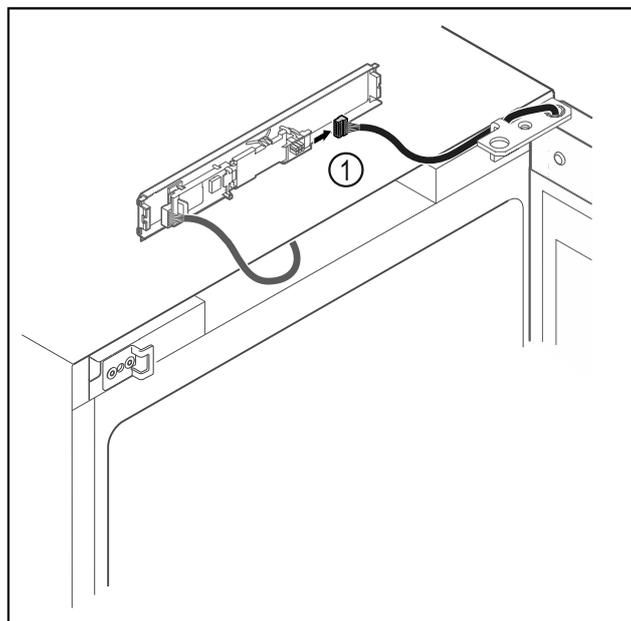

Fig. 10
- Desenchufar el conector Fig. 10 (1) de la platina.